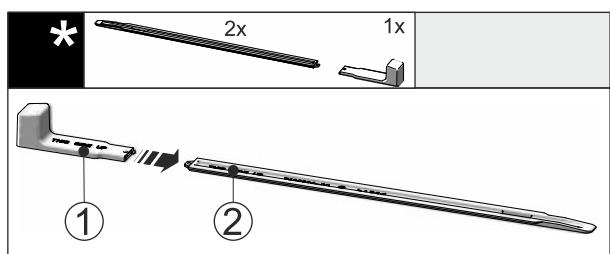

Fig. 54
- ▶ Postavite montažnu ručku Fig. 54 (1) na šinu za Fig. 54 (2) niveliiranje.